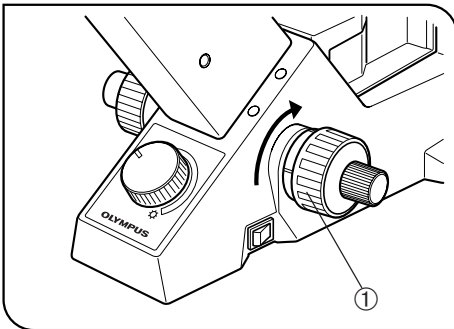

Abb. 28
(Abb. 28 & 29)
1. Den Grobtrieb ① nach hinten drehen, bis der Objektivrevolver zum unteren Anschlag gelangt. (Abb. 28)